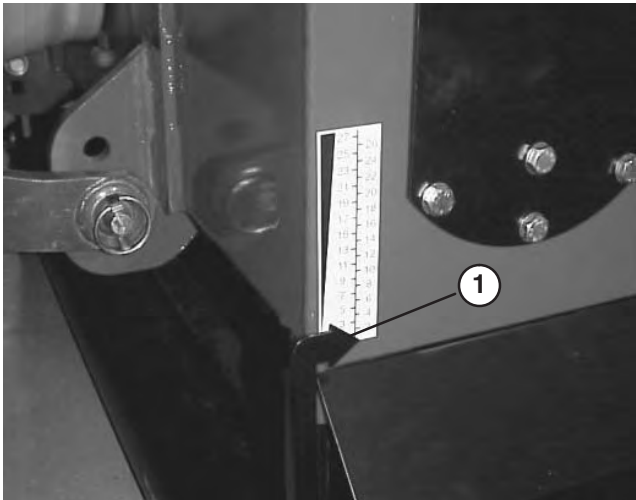

Figure 22
- Vérifiez que le rouleau de l'aérateur est sur le sol et que l'indicateur de profondeur est réglé à la position voulue (Fig. 22).